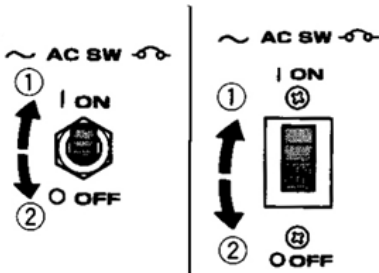

Рис. 19
- (c) Після виконання належного з'єднання захисний пристрій ланцюга постійної напруги потрібно встановити в положення ON («УВИМК.»)(Рис.19) (якщо до цього він перебував у положенні OFF («ВИМК.»)).